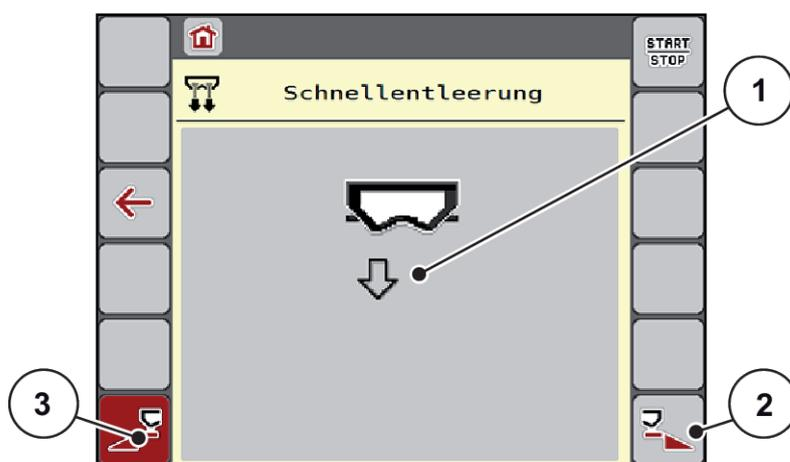

Abb. 21: Menü Schnellentleerung
*Das Display zeigt die gewählte Teilbreite als Symbol (Abb. 21 Position [3]).*